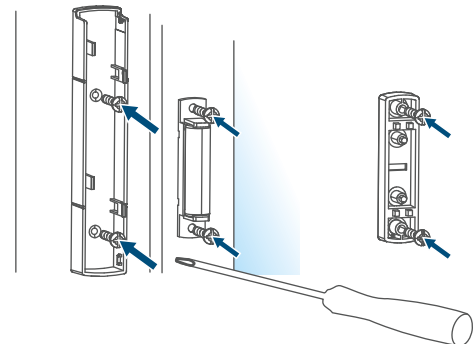

Abbildung 12
- Halten Sie die Rückseite des Magnetkontakts bzw. das Distanzstück an die gewünschte Montagestelle und drehen Sie beide Schrauben (2,2 x 13 mm) durch die Schraublöcher ein (s. Abbildung 12).